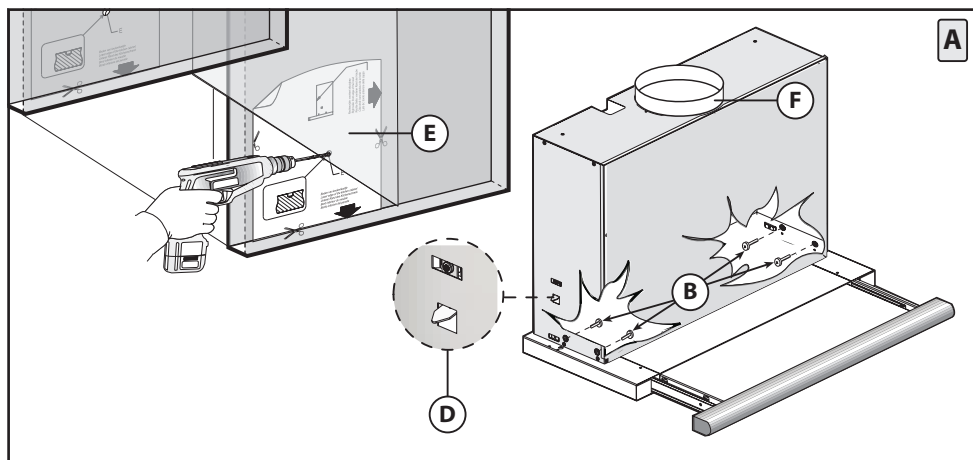

Fig.6
Installazione di tipo **A** Fig.6.
1. Utilizzando l'apposita maschera di foratura effettuare sulle pareti del pensile n°2 fori **E** in corrispondenza dei ganci **D** (Fig.6). Posizionare la cappa all'interno, in modo che i ganci laterali **D** interni si incastrino nei due fori **E**.
2. Fissarla definitivamente utilizzando 4 viti **B** idonee al tipo di mobile come indicato nella Fig.6.